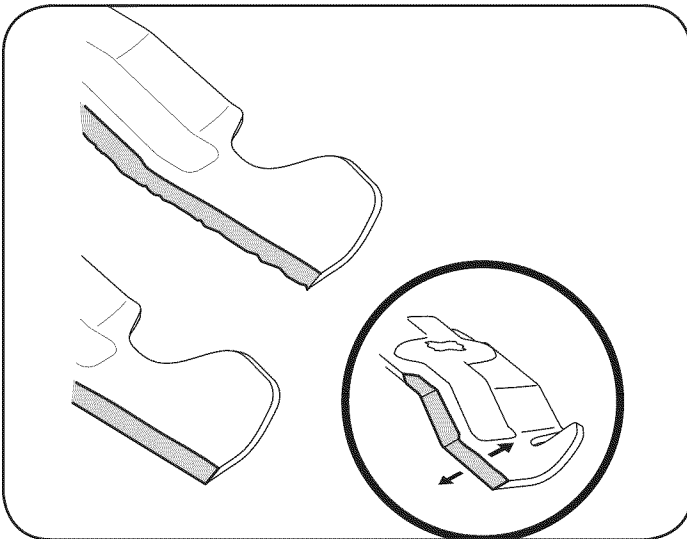

Figura 19
4. Para afilar las cuchillas de corte de forma adecuada, extraiga cantidades iguales de metal de ambos extremos de las cuchillas a lo largo de los bordes cortantes, paralelo al borde de caída y a un ángulo de 25° a 30°. Afile siempre cada borde de las cuchillas de corte de forma pareja para mantener un equilibrio adecuado entre las mismas. Vea la Figura 19.